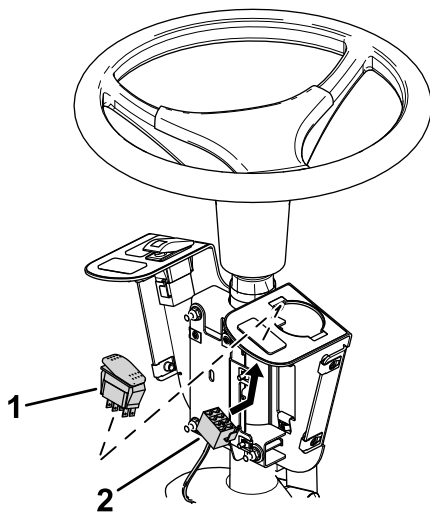

Figur 7
9. Ta bort de fyra insexskruvarna som håller fast kontrollskyddet och ta bort det (Figur 7).
12. Installera kontrollskyddet så som visas i Figur 7.